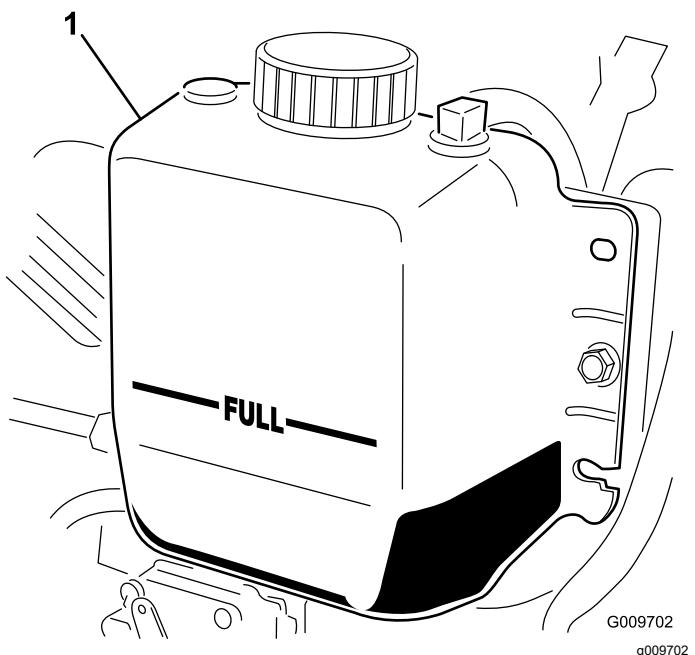

Figura 34
2. Controllate il livello del refrigerante nel radiatore. Il radiatore deve essere riempito fino alla parte superiore del collo del bocchettone, ed il serbatoio di espansione fino al segno di "FULL" (pieno) (Figura 34).